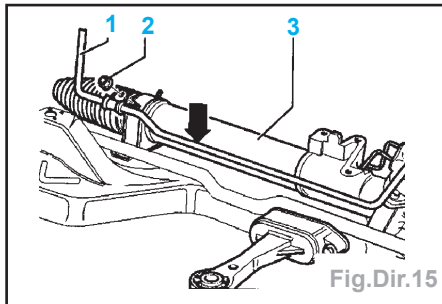

Fig.Dir.15
- Visser la conduite de retour (Fig.Dir.15).